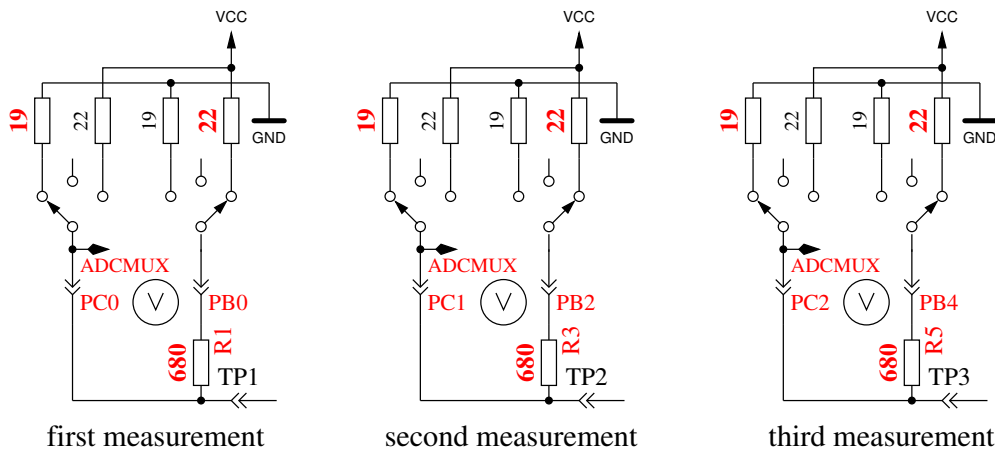

Abbildung 5.66. Messung des Innenwiderstandes von auf GND geschalteten Port-C-Ausgängen.
5. Dieser Schritt testet die **Fähigkeit von mit GND (-) verbundenen $470k\Omega$ -Widerständen (H) die Testpins auf GND zu ziehen**. Zeile 1 zeigt den Text „RH-“. Zeile 2 sollte für alle drei Pinne Null mV anzeigen.
6. Dieser Schritt testet die **Fähigkeit von mit VCC (+) verbundenen $470k\Omega$ -Widerständen (H) die Testpins auf VCC zu ziehen**. Zeile 1 zeigt den Text „RH+“. Der bestmögliche mV Wert für die drei Messungen wäre 0 in Zeile 2, da die Diffenz zu VCC dargestellt wird. Große Abweichungen vom Idealwert für Schritt 5 und 6 sind Fehler wie Isolations-Problem, Flussmittelreste oder beschädigter Port.
8. **Messung des Innenwiderstandes eines auf GND geschalteten Ausgangs**. Dieser und die folgenden Schritte werden nur bei gewählter AUTO_CAL-Option durchgeführt. Die internen Port-C-Widerstände von auf GND (-) geschalteten Ausgängen werden mit dem Strom der nach VCC (+) geschalteten 680Ω Widerstände gemessen, siehe Abbildung 5.66. Es werden nur die drei Pins des ADC-Ports vermessen, die Widerstands-Ports PB0, PB2 und PB4 können nicht ohne Veränderung der Hardware gemessen werden. Es wird angenommen, dass die Portwiderstände von unterschiedlichen Ports nahezu identisch sind. Der Widerstandswert wird im nächsten Schritt mit ausgegeben.